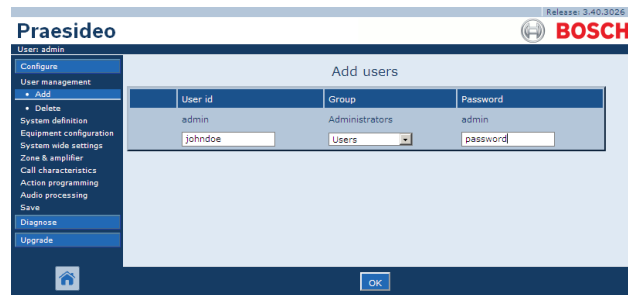

Abbildung 41.3: Benutzer hinzufügen, Schritt 2-4
- 2 Geben Sie die Benutzerkennung im Feld *User id* ein. Dieses Kennwort kann bis zu 16 Zeichen lang sein. Beispiel: *john doe* (siehe Abbildung 41.3).
- 4 Geben Sie das Kennwort des neuen Benutzers im Feld *Password* ein. Dieses Kennwort kann bis zu 16 Zeichen lang sein. Beispiel: *Kennwort* (siehe Abbildung 41.3).